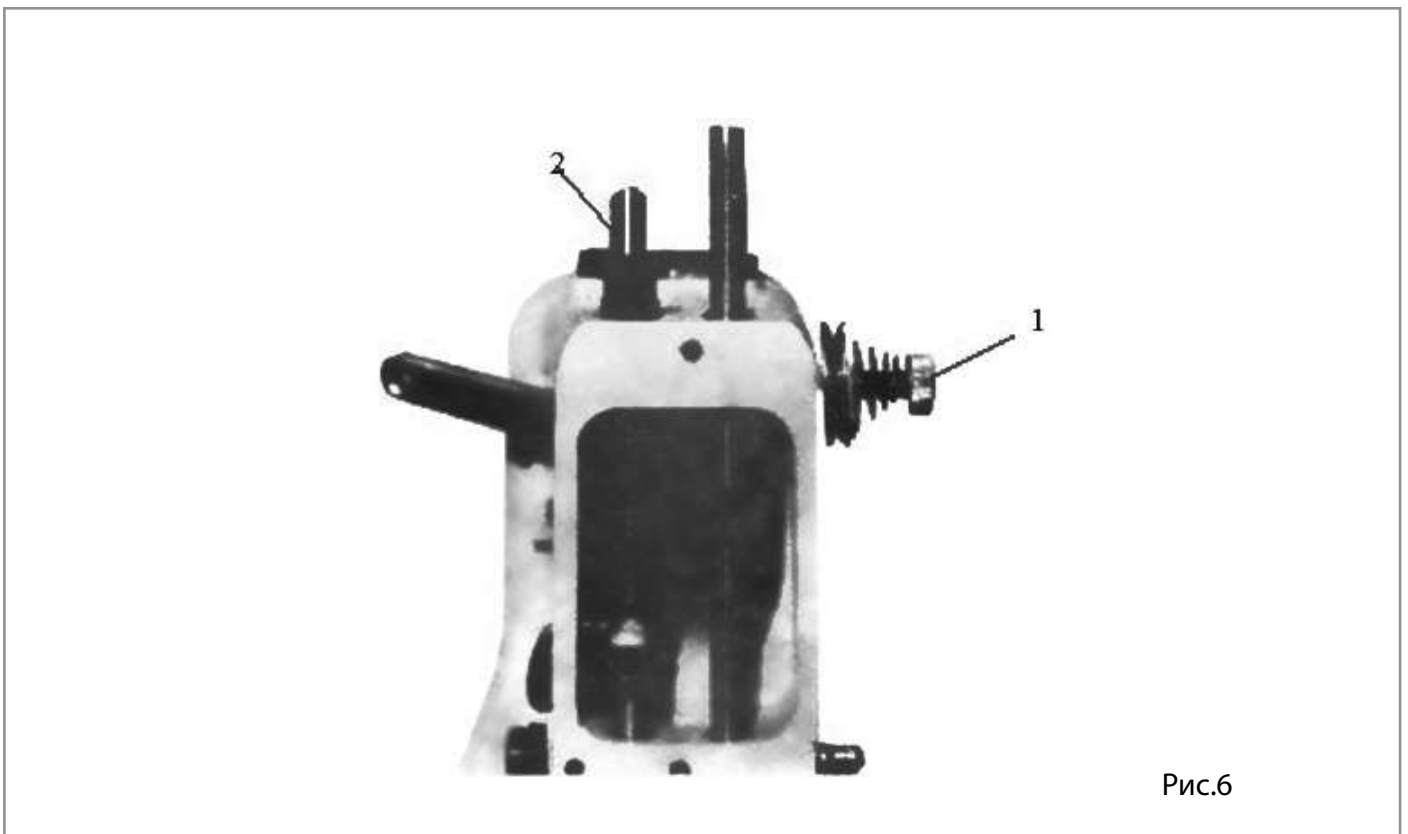

Рис.6
Если натяжение нити слишком низкое, то возможен пропуск стежка и нити. Для регулировки натяжения поверните шайбу регулятора нитенатяжения (1) (рис.6).
Для регулировки давления лапки необходимо повернуть регулировочный (2) (рис.6). Вы можете повысить давление лапки при шитье толстого материала, и понизить при шитье тонкого материала. Высота лапки и прижимной пластины должна быть отрегулированы в зависимости от толщины декоративной.